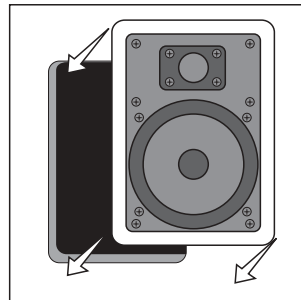

РИС. 13
- Ослабьте поворотные стенные фиксаторы (отверните их). Убедитесь, что поворотные фиксаторы ориентированы таким образом, что громкоговоритель свободно помещается в посадочное отверстие. Далее аккуратно поместите громкоговоритель в вырезанное отверстие (рис. 13).